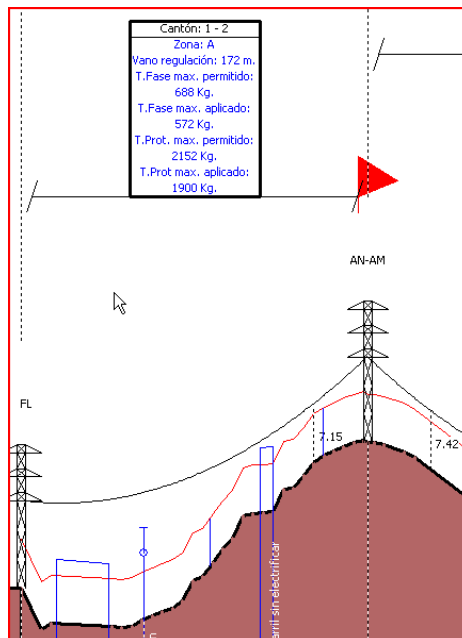

Figura 5.83. Representación de los cantones
- **Representación de los cantones**, cuando se hace el replanteo semiautomático o cuando damos a *terminar trazado*, el programa acota los cantones (Figura 5.83) y nos da toda la información referente a ese cantón, el número del cantón, la longitud del vano de regulación, la zona y el tense máximo permitido y aplicado en fase y protección.